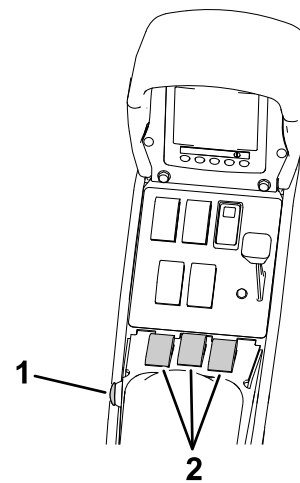
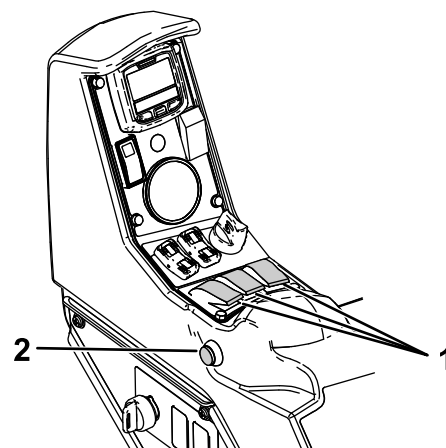

Figura 9
Figura 10
6. Rode o interruptor principal para a posição LIGAR (Figura 9 ou Figura 10).
7. Rode os interruptores de secção (localizados entre os bancos) para a posição LIGAR (Figura 9 ou Figura 10).